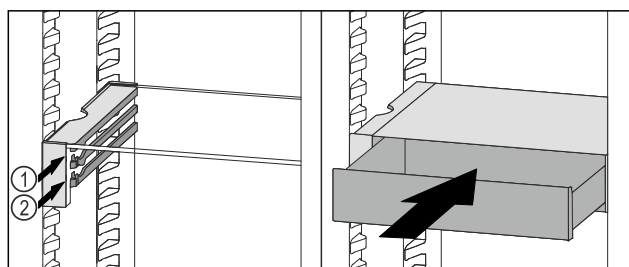

Fig. 61
- ▶ Zásuvku VarioSafe nasadte za zarážkami na požadovanom rebre Fig. 61 (1) alebo Fig. 61 (2).